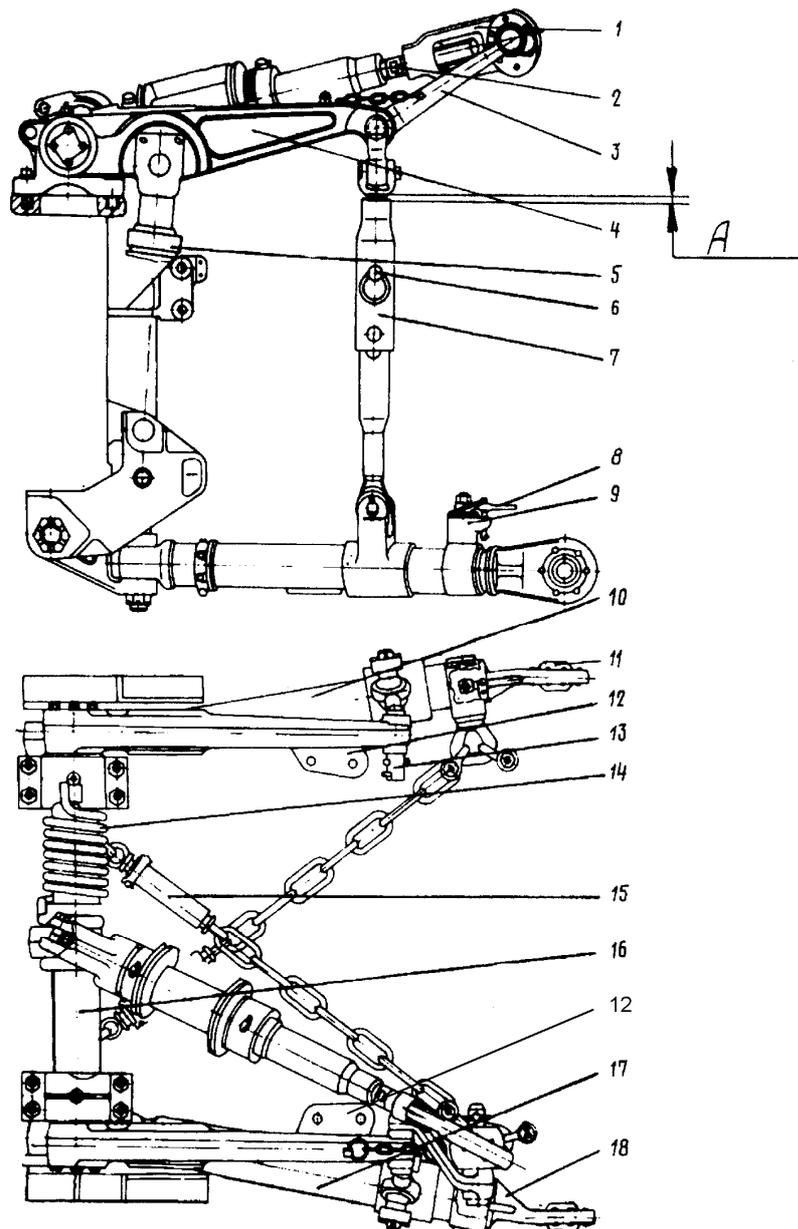

Рис. 72. Навесное устройство
- а) установите навешиваемую машину в рабочее положение на ровной площадке и подъезжайте плавно задним ходом так, чтобы задние шарниры 11 (рис. 72) выдвигных тяг 18 подошли к пальцам на раме машины;
Гидрофицированный крюк (рис. 59) обеспечивает соединение трактора с транспортными и транспортно-технологическими средствами. Соединение посредством гидрокрюка, устанавливаемого на площадках 12 (см. рис. 72) навесного устройства, производится следующим образом:
Прицепная скоба устанавливается в шарниры 11 (см. рис. 72) нижних тяг 10, 17 навесного устройства и крепится чеками. При этом длина вертикальных раскосов должна быть отрегулирована таким образом, чтобы пальцы, соединяющие наружную и внутреннюю трубы, проходили через нижнее отверстие наружной трубы и верхнее отверстие внутренней трубы. Она устанавливается на высоте 400—500 мм от поверхности грунта до нижней плоскости зева скобы.